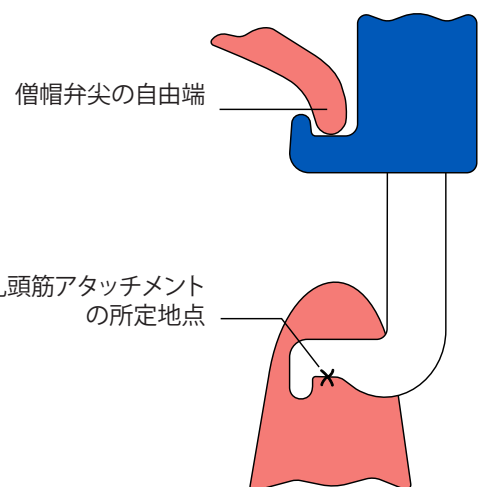

図 2:
- サムスライドを使用して、図 2 に示すように、乳頭筋用のフックを乳頭筋への所定のアタッチメント地点まで伸ばします。